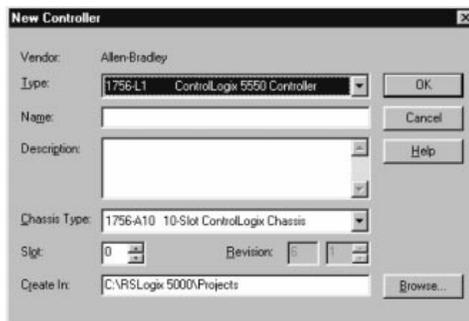

图 1.96 创建工程文件
(1) 创建工程文件。具体创建工程文件的步骤如下。
- ① 打开 RSLogix 5000 软件。
- ② 从 File（文件）菜单选择 New（新建），如图 1.96 所示。
- ③ 选择控制器类型。
- ④ 输入控制器所执行操作的说明（可选）。
- ⑤ 选择包含有控制器（不适用于某些控制器）的框架类型（槽数）。
⑥ 选择或填写控制器所在的槽号（不适用于某些控制器）。